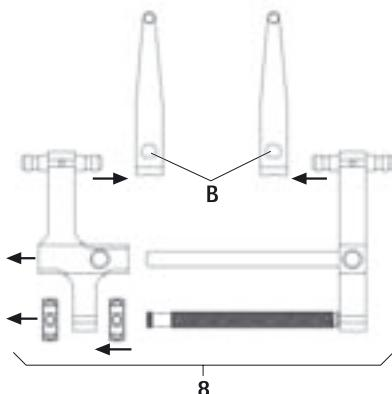

Fig. 3
- Smontare il distrattore 8 con le valve da distrazione, vedere Fig. 3: